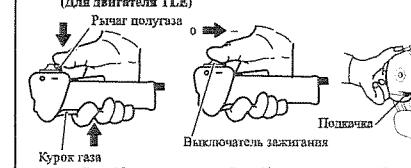

Рис. 12
2. Пальцем нажмите несколько раз кнопку подачки, чтобы подкачать топливо (до верха) и обеспечить мягкий пуск (нажмите более 10 раз). (Рис. 12)